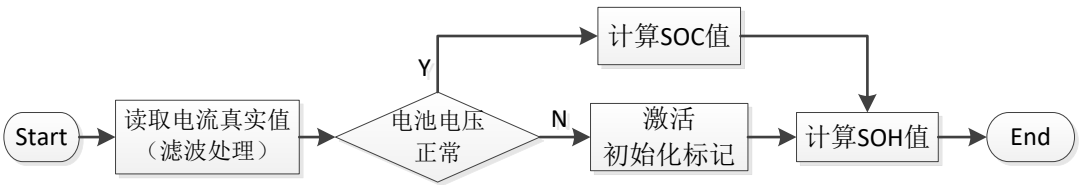

图3.2 SOC 计算的流程图
a) SOC 计算函数的总流程图如图 3.2 所示，概述了 SOC 计算任务的主要流程；